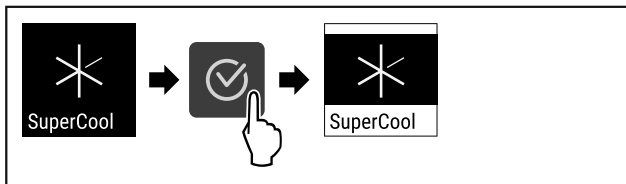

Fig. 72
- Suivre les étapes (voir Fig. 72).